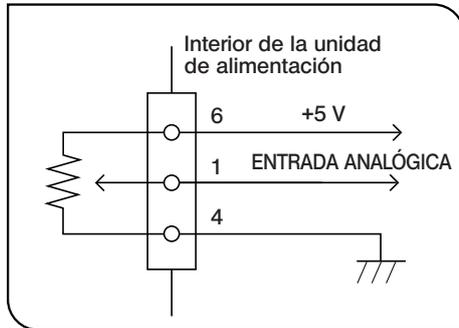

Fig. 7
## 3 Control de la cantidad de luz con el VR externo. (Fig. 7)
1. Conecte un VR tal y como se muestra en la Fig. 7.